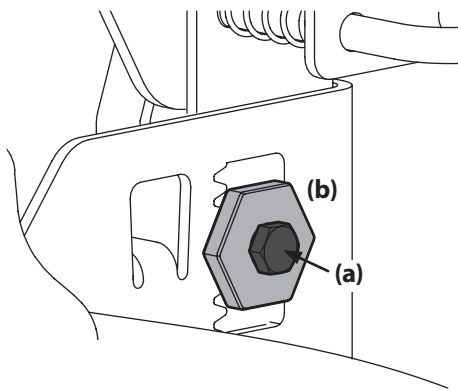

Figure 4-8
3. Desserrez le boulon hexagonal (a) fixé au support arrière gauche du plateau de coupe. Ne retirez pas le boulon. Voir Figure 4-8.
4. Tournez le dispositif de réglage (b) avec une clé pour relever ou baisser le côté gauche du plateau de coupe. Voir Figure 4-8.